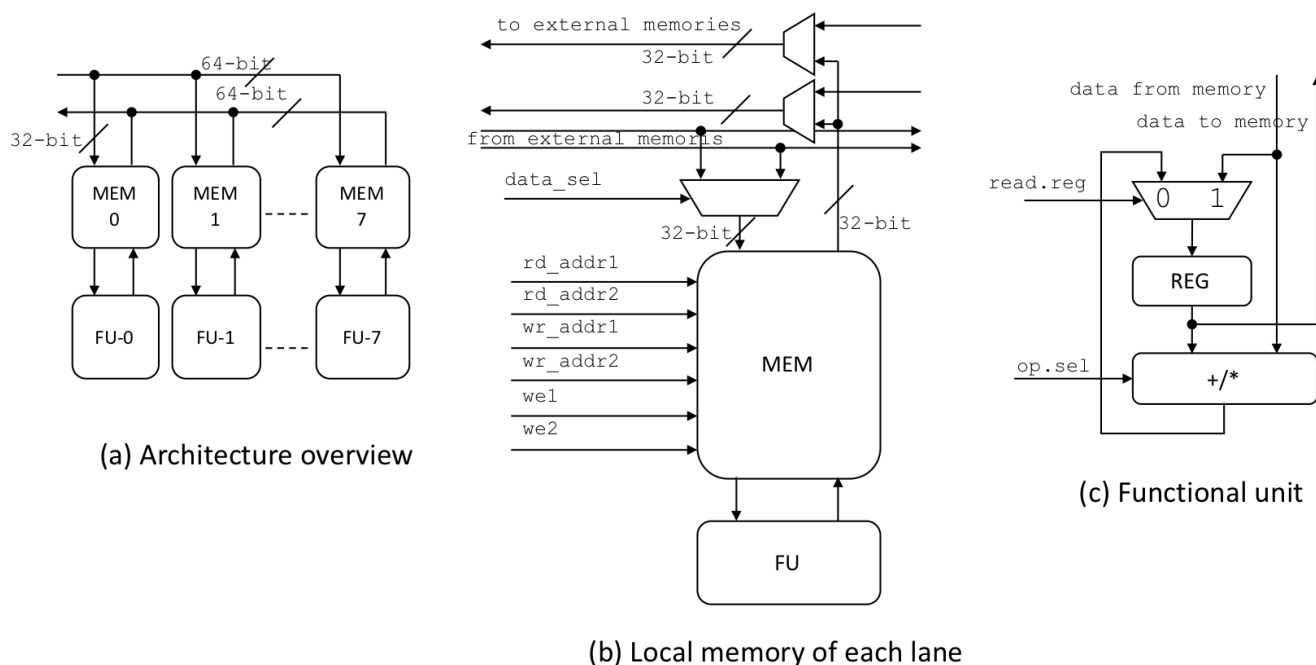

Fig. 3:アーキテクチャ
Fig. 3に示すような8レーンのSIMDアクセラレータ上で、行列aと行列bの乗算を行うためのプログラムを以下に示します。アクセラレータの命令セットを **命令セット** に示します。 Fig. 3(a)に示すように、アクセラレータは8個のローカルメモリとFunctional Unit(FU)のペアを持ちます。各ローカルメモリは64bit幅の共有データバスに接続されています。このデータバスは32bitのデータ(=1ワード)を同時に2つ転送できます。 Fig. 3(b)のようにローカルメモリは32bit幅なので、データバスの64bitのうちどちらの32bitを使うかマルチプレクサで選択できます。
ローカルメモリのアドレスaddrの内容をFunctional UnitのレジスタREGにコピーします(Fig. 3 (c)参照)。
- Fig. 3(b)のようにライトポートのうち1つは共有データバスに接続されており、外部メモリ(External Memory)から受け取ったデータを書き込むために使われます。もう一方のライトポートはFUに接続されています。リードポートも同様にデータバスとFUに1ポートずつ接続されています。
- 各FUのレジスタ(Fig. 3(c)のREG)のサイズは1ワードです。